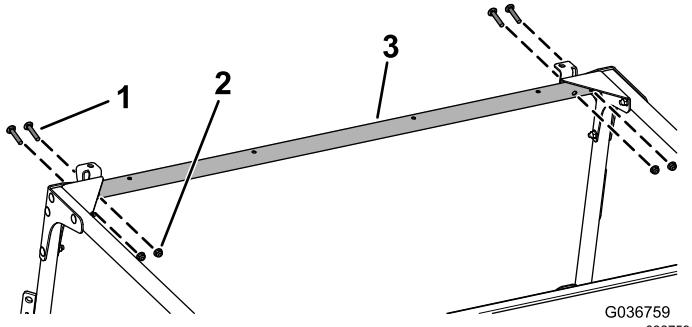

Figura 36
- Instale sem apertar a ligação cruzada frontal nos suportes de montagem frontais e nas placas de canto utilizando 4 parafusos de carroçaria (5/16 x 1 $\frac{1}{4}$ pol.) e 4 porcas flangeadas (5/16 pol.), como se mostra na Figura 36.